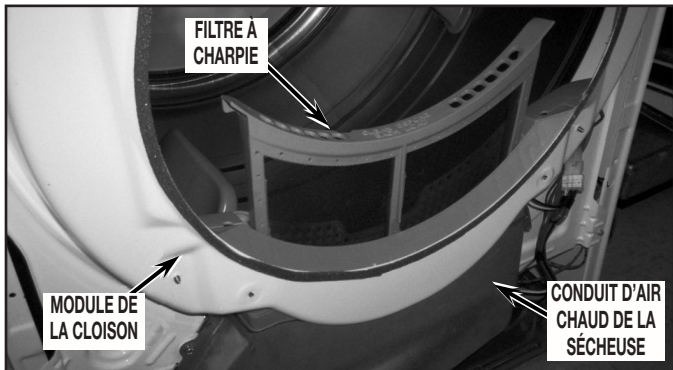

FIGURE 11
11. Déposer le cadre frontal de la sécheuse : retirer d'abord le tamis à charpie du conduit d'air chaud (voir la Figure 11).